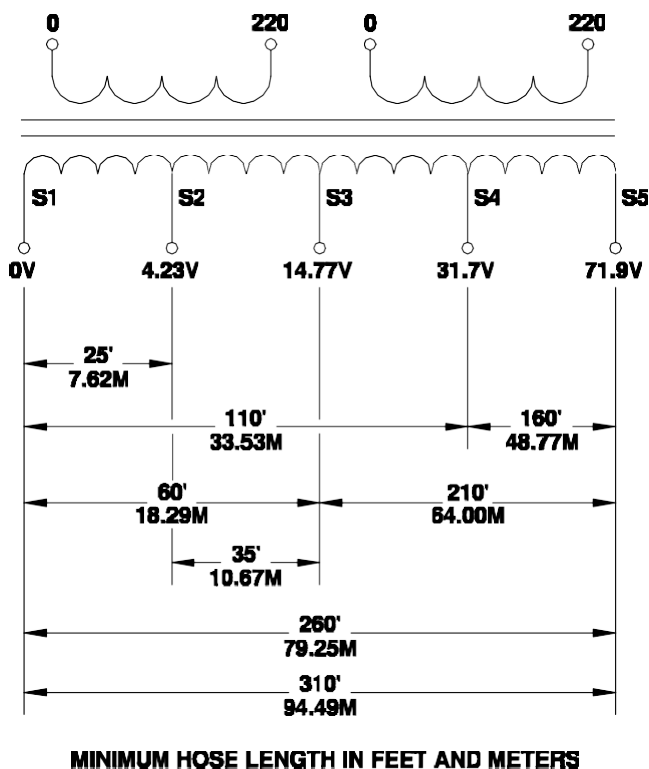

Figura 11. Esquema del transformador de control de temperatura de doble manguera
1. Coloque la toma en el paquete de alimentación de bajo voltaje de acuerdo con la Figura 11.
IMPORTANTE: La fuente de alimentación debe ajustarse a la longitud de la manguera utilizada. Un exceso de potencia provocará la rotura del fusible del circuito, y una potencia insuficiente provocará un calentamiento insuficiente de la manguera. (Ver la Figura 11)